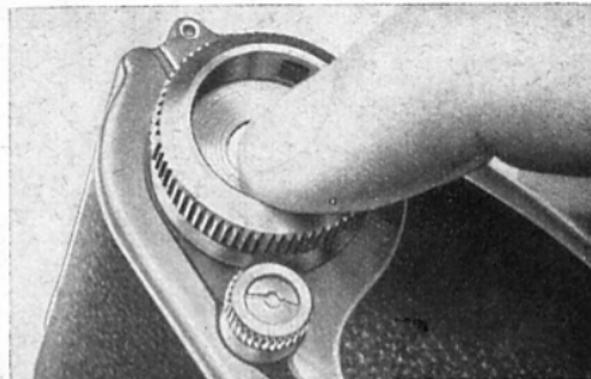

Abb. 38 ↑
a) Beim Gebrauch der Aufwickelspule Ein Filmstreifen von 1,60 m Länge faßt im allgemeinen mehr als 36 Aufnahmen. Es können also auch dann, wenn das Zählwerk (5) auf „36“ (= 1 Strich vor 1) steht, noch ein oder zwei Belichtungen erfolgen, bis sich der Filmtransporthebel (6) nicht mehr bewegen läßt. Es ist durchaus möglich, daß der Hebel (6) dann einmal nicht mehr bis zum Anschlag geschwenkt werden kann. In diesem Falle muß man auf den Druckstift (7) drücken und den Filmtransporthebel (6) gleichzeitig bis zum Anschlag schwenken. Der Hebel (6) kann jetzt in die Ausgangsstellung zurückgehen, und der Druckstift (7) federt von selbst in die ursprüngliche Stellung zurück, sobald kein Druck mehr erfolgt.
Das Rückspulen geht wie folgt vor sich: Kamera mit der linken Hand fassen und mit dem Daumen den Druckstift (7) während der gesamten Rückspulung hineindrücken. Mit dem rechten Zeigefinger die Druckscheibe (38) des Rückspulknopfes (37) bis zum Anschlag nach innen drücken (s. Abb. 38). Jetzt greift der Mitnehmer (36) über den Steg des Spulenkernes der Patrone, und